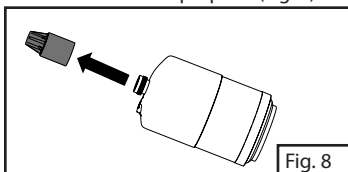

Fig. 8
3. Retirez le capuchon en plastique de la bonbonne de propane (Fig. 8).